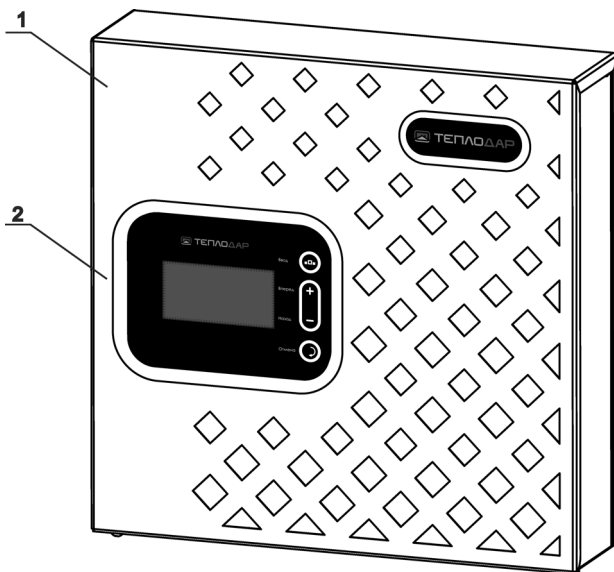

Рисунок 1. Основные компоненты пульта управления электрокаменками Comfort AQUA
- Силовой блок регулировки мощности, обеспечивающий управление нагрузкой (рис.1, поз.1)
- Панель управления, встроенная в корпус блока мощности. Имеет в своем составе жидкокристаллический дисплей, а также органы управления вводом информации (рис.1, поз.2)